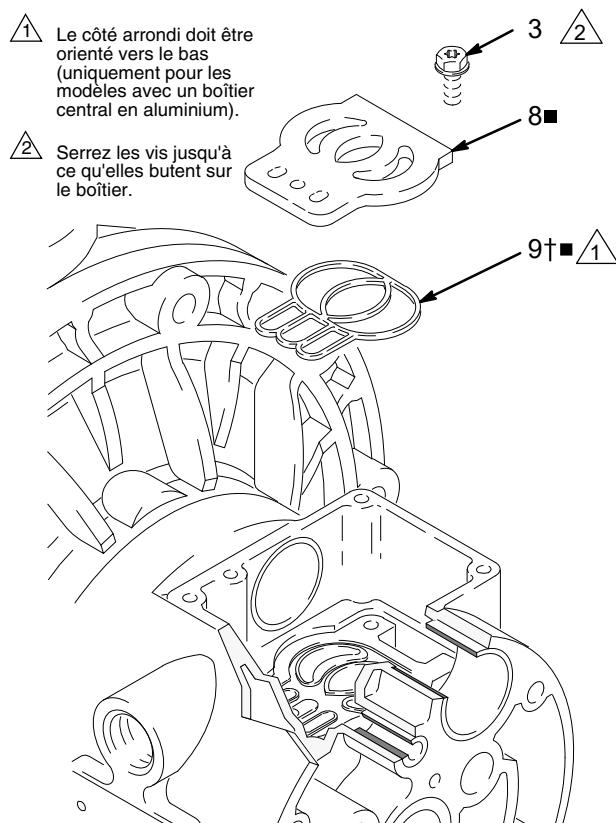

FIG. 9
5. Vérifiez le plateau de vanne (8■) en place. S'il est endommagé, utilisez un tournevis Torx (T20) ou une clé à douille de 7 mm (9/32 po.) pour retirer les trois vis (3). Enlever la plaque de la vanne (8■) et enlevez le joint (9) sur les modèles avec un corps central en aluminium uniquement. Consultez FIG. 9.
2. Sur les modèles avec un corps central en aluminium, mettez le joint de la plaque de vanne (9†■) dans la rainure au fond de la cavité de la vanne. La partie arrondie du joint **doit être orientée vers le bas** dans la rainure. Consultez FIG. 9.
3. Installez la plaque de vanne (8■) dans la cavité. Dans le cas des modèles avec boîtier central en aluminium, la plaque est réversible, de sorte que les deux faces peuvent être orientées vers le haut. Placez les trois vis (3) en utilisant un tournevis Torx (T20) ou une clé à douille de 7 mm (9/32 po.). Serrez jusqu'à ce que les vis butent sur le boîtier. Consultez FIG. 9.